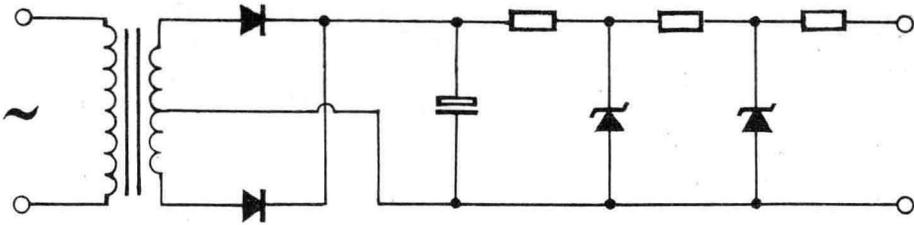

图 8. 直流定电压装置
5、直流定电压装置：仅在直流电桥中使用，它是一个稳压电路，如图 8 所示。